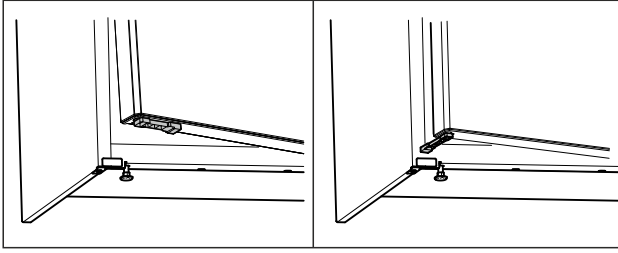

Fig. 56 \*
- ▶ Käännä oven avauksen rajoitinta 90°. (katso Fig. 56) \*